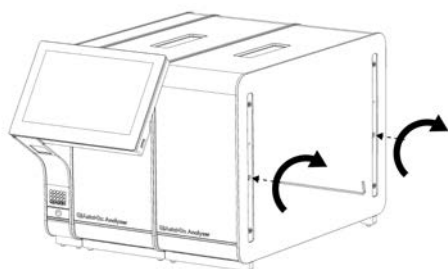

図 16. 追加の分析モジュールを並べて取り付ける。
4. 追加の分析モジュールを既存の分析モジュールと並べます。QIAstat-Dx Analyzer 1.0 に同梱の分析-操作モジュールアセンブリーツールを使用してネジを締めます（図 16）。